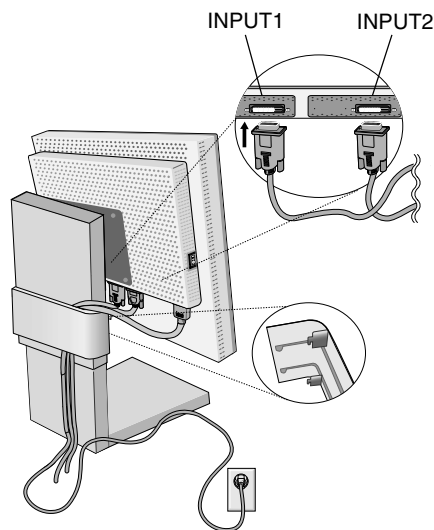

Figura C.1
3. Conecte el cable de señal DVI al conector por la parte posterior del monitor (**figura C.1**).
Recoja los cables y ocúltelos con la cubierta para cables. La cubierta para cables se puede montar en la parte frontal o la parte trasera del soporte inclinable (**figura C.1, C.2**).
4. Conecte un extremo del cable de alimentación a la entrada de corriente alterna de la parte trasera del monitor y el otro extremo a la toma de corriente (**figura C.1**).